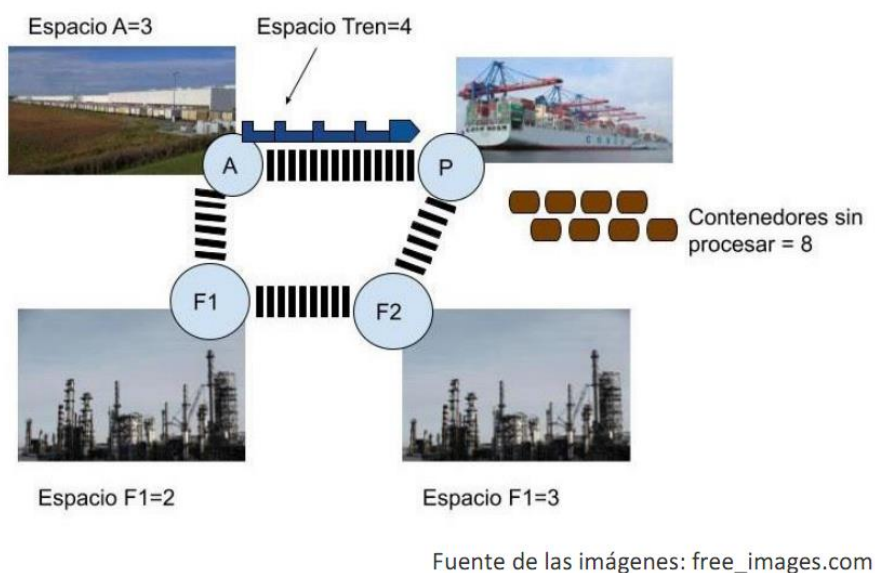

Figura 1. Esquema del problema de planificación.
El problema planteado requiere que se transporten, procesen y se despachen 8 contenedores que están en un puerto. Estos contenedores se pueden procesar en dos fábricas y se almacenan y despachan en un almacén por medio de un tren. Las capacidades y conexiones entre los diferentes espacios se pueden ver en la Figura 1. El objetivo final es que los contenedores (8) sean procesados y despachados (eliminados) en el almacén. Las acciones permitidas del tren son: quedarse parado, cargar, moverse y descargar.